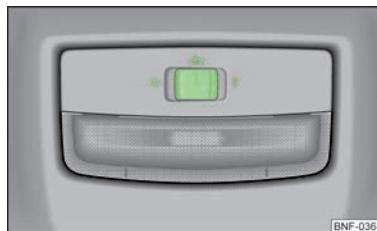

Fig. 26
- Presionar el conmutador a la posición  » fig. 26.
- Presionar el conmutador a la posición **O** » fig. 26.